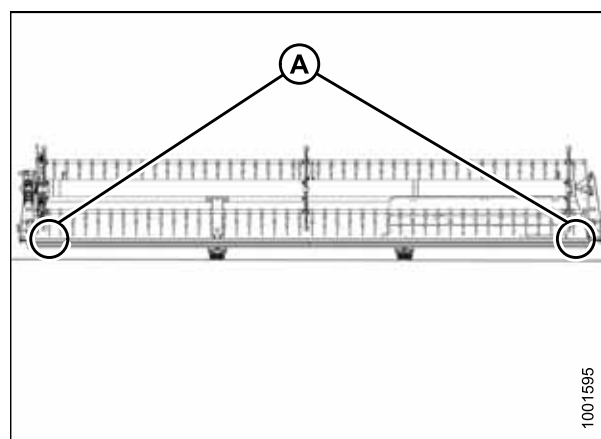
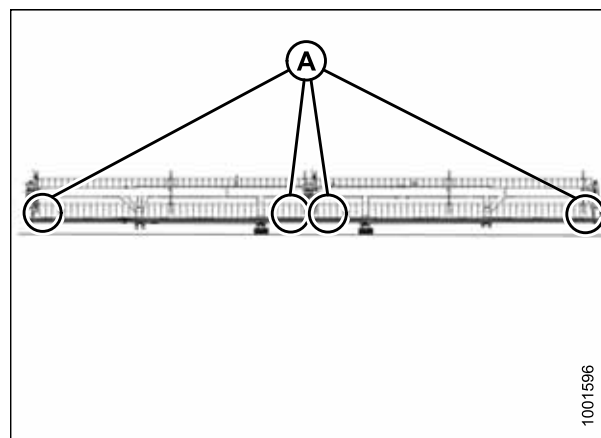

Рисунок 5.247: Расположение точек замера зазоров для жатки с единым мотовилом (две точки)
Рисунок 5.248: Расположение точек замера зазоров для жатки со сдвоенным мотовилом (четыре точки)
5. Замерьте зазор (X) между точками (B) и (C) на концах каждого мотовила (A). (См. рис. 5.247, страница 471 и рис. 5.248, страница 471, чтобы уточнить точки замера.)